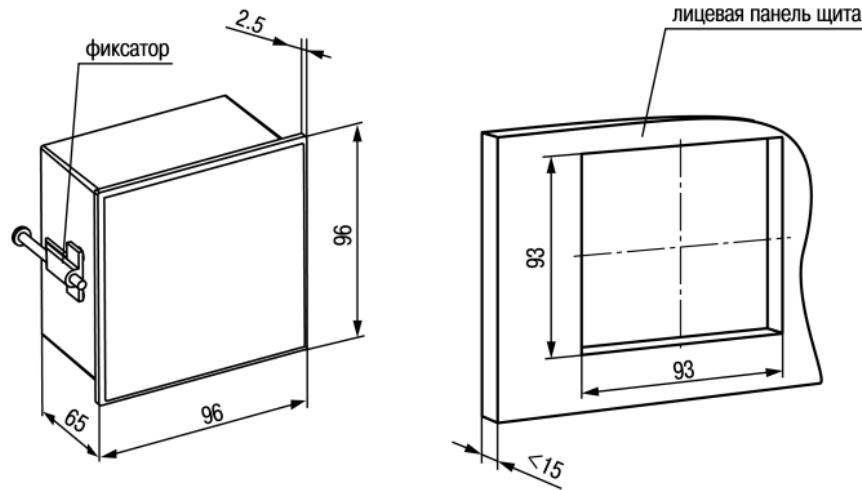

Рисунок 4.4 – Габаритные размеры корпуса Щ1
1. Подготовить на щите управления место для установки прибора (см. рисунок 4.4).